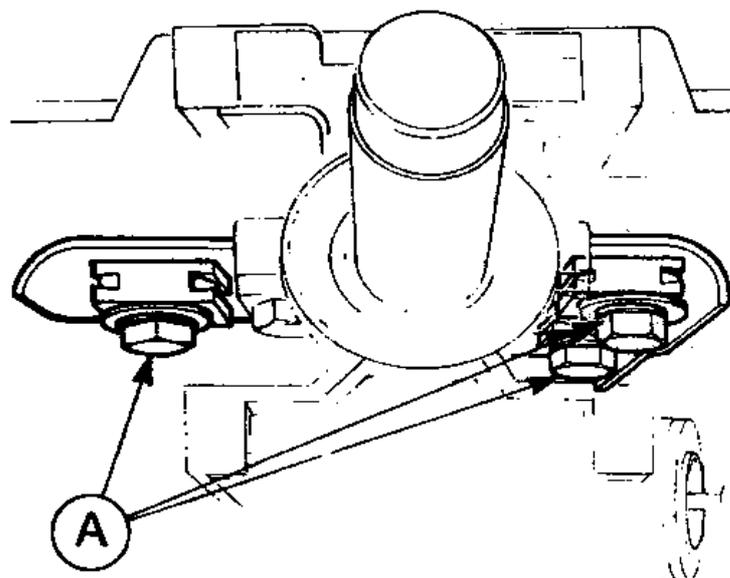

Рис.11.23. Болты крепления рулевой колонки (Разд.25)
8. Выверните верхний и нижний болты кронштейна рулевой колонки (Рис. 11.23), опустите колонку и вынь-